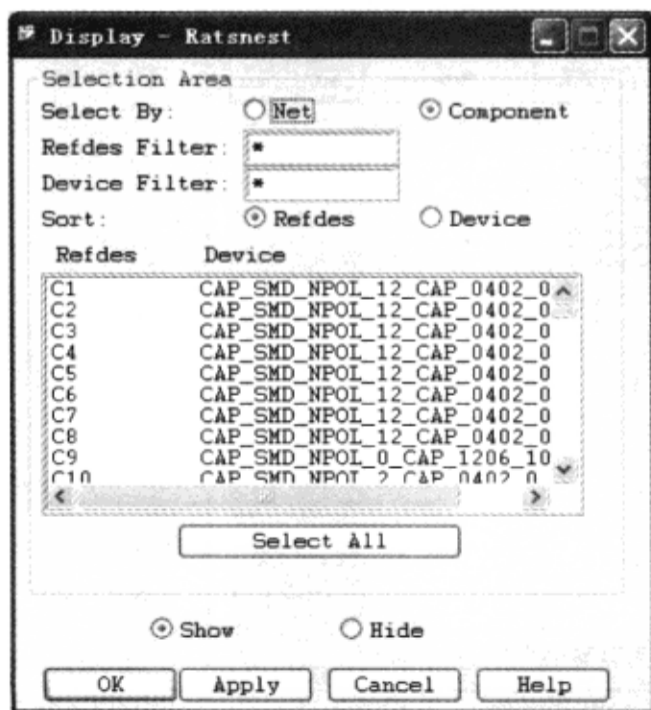

图 4-2-1 “Display-Ratsnest”对话框 (1)
(1) 启动“Allegro PCB SI XL”，打开 D:\physical\PCB\_ver1\hidesign5.brd 文件。
(2) 执行菜单命令“Display”→“Ratsnest”，弹出“Display-Ratsnest”对话框，如图 4-2-1 所示。